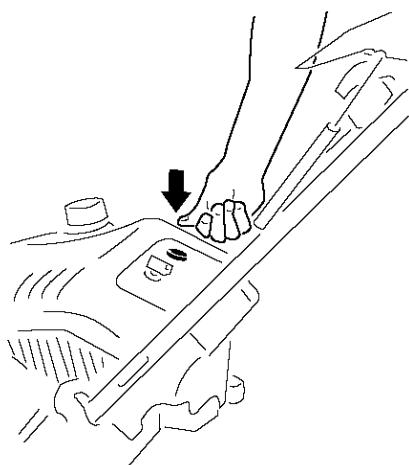

Рисунок 13
3. Трижды сильно нажмите большим пальцем на насос подкачки топлива, каждый раз удерживая его нажатым в течение секунды (Рисунок 13)